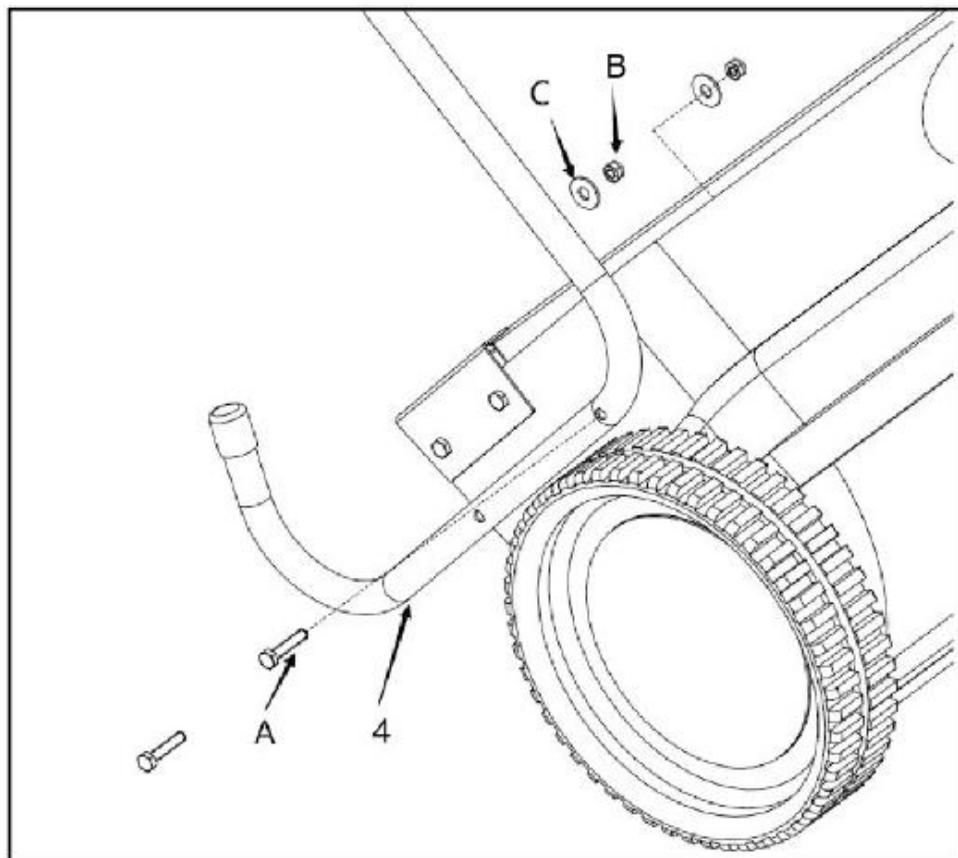

Рис.2
1. Поверните собиратель листвы вертикально и прикрепите две опорные стойки (4) к корпусу собирателя, используя по два болта (А), шайбы (С) и контргайки (В) для каждой стороны. (См. рис. 2). Затягивание гаек производите только вручную.